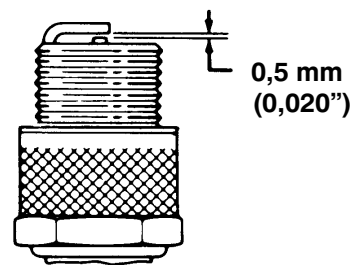

Abbildung 16
3. Den Elektrodenabstand auf 0,5 mm (0,020") einstellen (Abb. 16). Die richtig eingestellte Zündkerze und eine Dichtung anbringen. Die Kerze fest mit 13,6 N·m (10 ft-lb) anziehen.